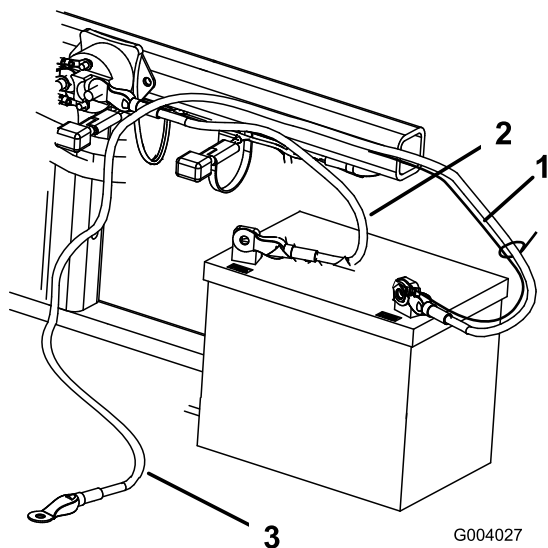

図 5
2. ボルト（1/4 x 5/8 inch）とロックナットで、赤いプラス（+）ケーブルをバッテリーのプラス（+）端子に固定する（図 5）。
3. バッテリーのマイナス（-）端子に、マイナス・ケーブル（黒）と細い黒い電線を、ボルト（1/4 x 5/8 inch）とロックナット（1/4 インチ）を使って取り付ける（図 5）。